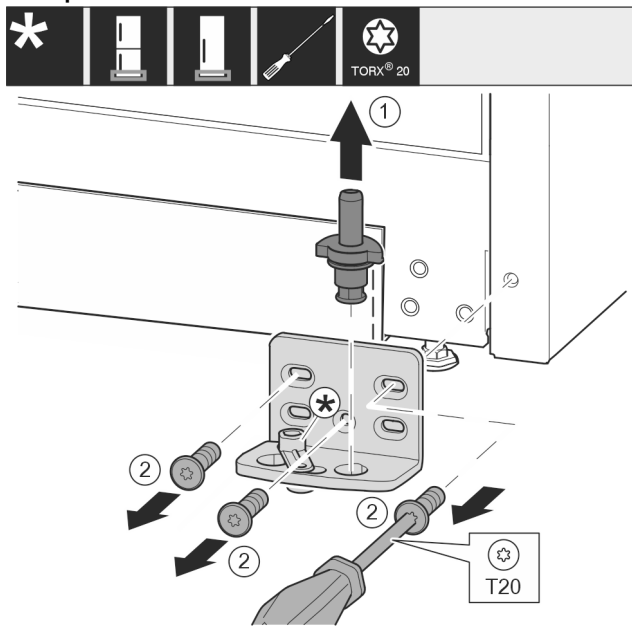

Fig. 10
- ▶ Ležajni sornik v celoti izvlecite navzgor. Fig. 10 (1)
- ▶ Vijake odvijte z izvijačem T20 in snemite ležajni podstavek. Fig. 10 (2)